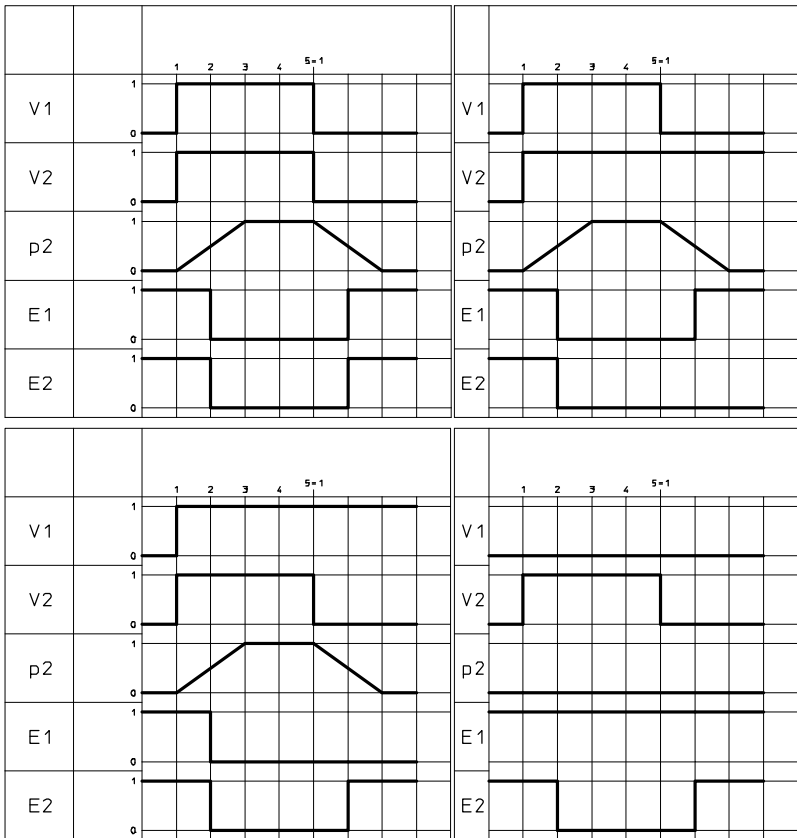
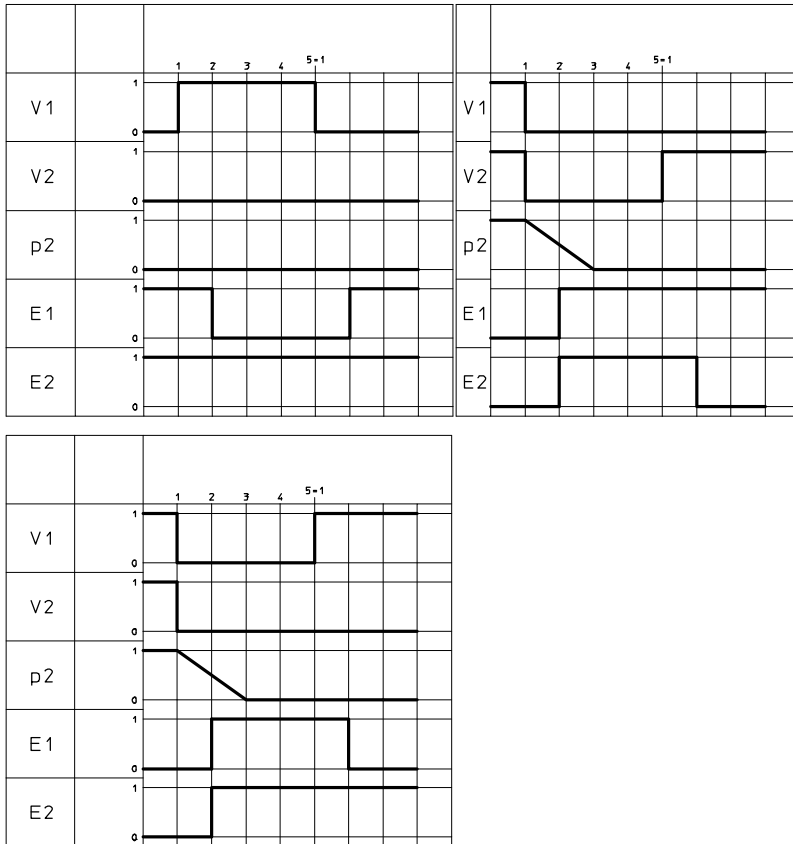

Fig. 8 Test funzionale, passi 1 - 4
Fig. 9 Test funzionale, passi 5 - 7
3. Per controllare tutte le combinazioni di entrambe le elettrovalvole a 5/2 vie V1 e V2 del blocco di comando: Valutare i segnali dei sensori di finecorsa E1 e E2 (qui: Sensore di finecorsa PNP) in base alla seguente procedura (→ Fig. 8 ... Fig. 9).